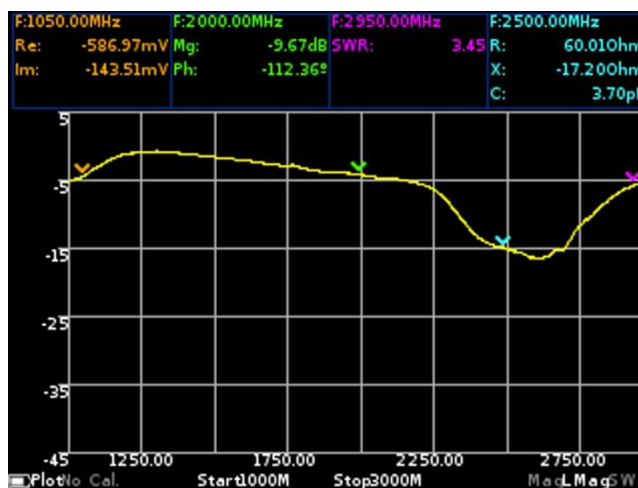

Рисунок 10.6 – Логарифмический график магнитуды КО
10.5.1. На данном графике отображается зависимость магнитуды КО от частоты в логарифмическом масштабе, в дБ (Рисунок 10.6.). На экране устройства, график отображается как **LMag**. Включение или выключение отображения данного графика на экране и его настройка, производится, как указано в п. 9.3.